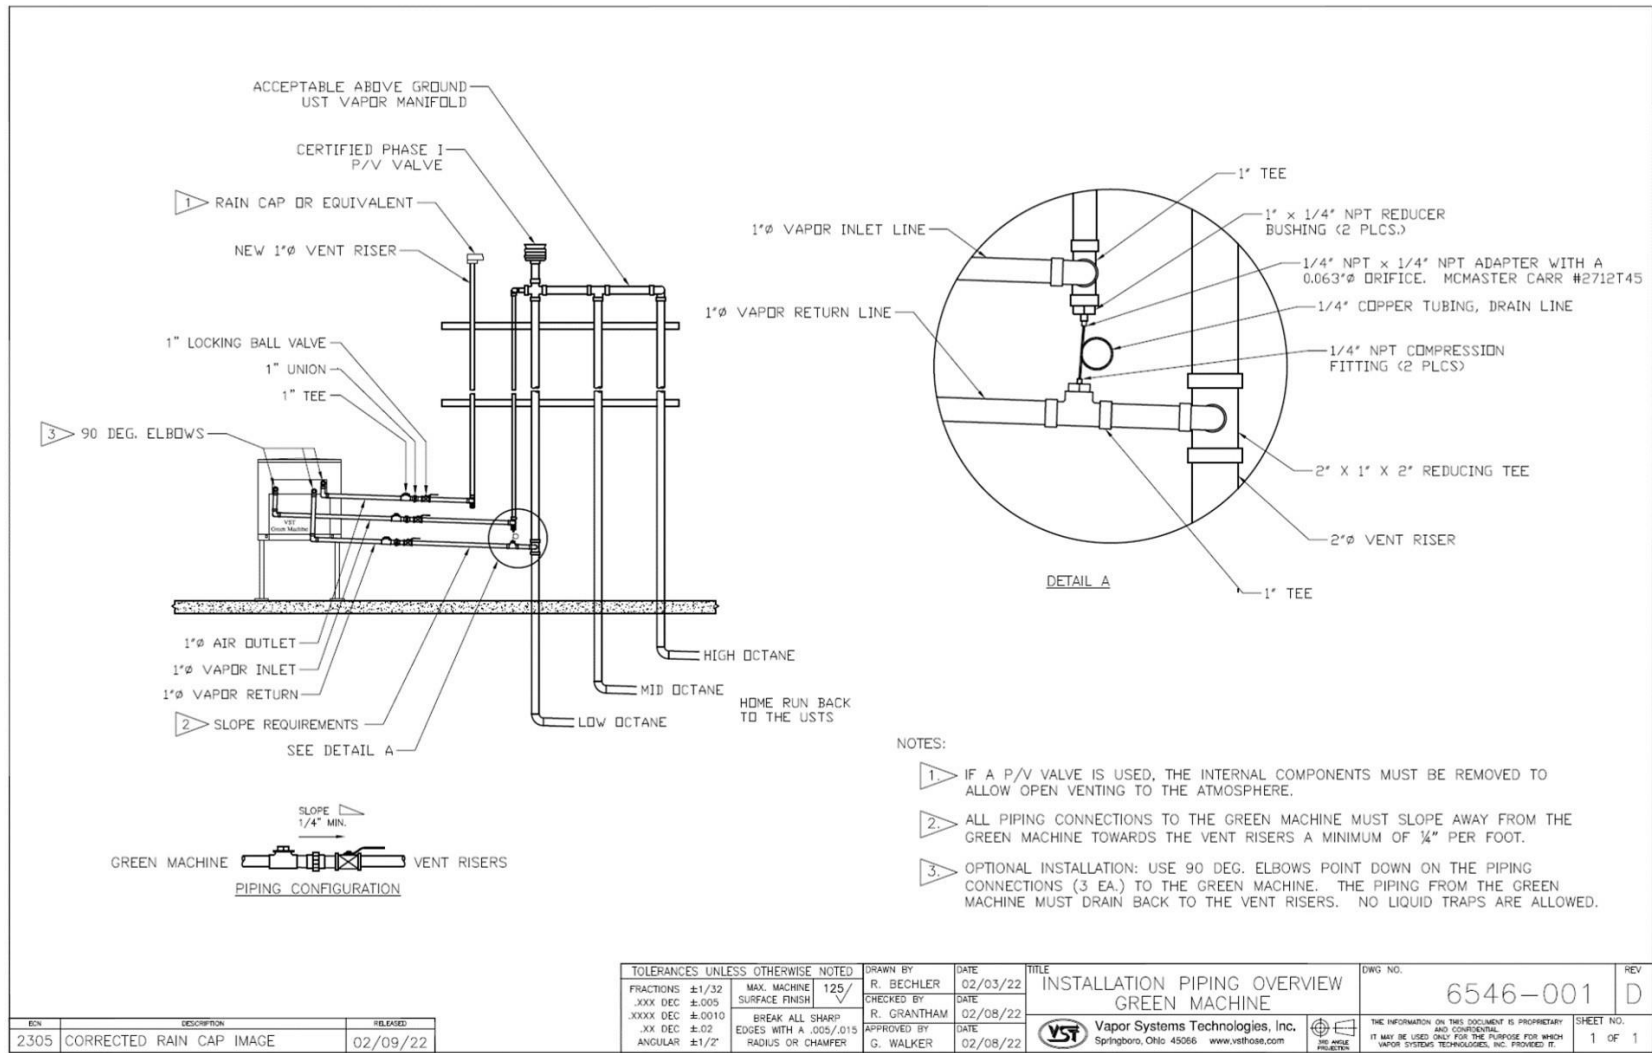

Figura 2-1: Descripción de las tuberías de vapor
- La línea de drenaje de ¼" de diámetro con el adaptador provisto debe instalarse según la **Figura 2-1**.
- Instale una tubería de entrada de vapor de 1" y una tubería de retorno de vapor de 1" como se muestra en la **Figura 2-1** desde las conexiones de entrada de vapor y retorno de vapor en GREEN MACHINE a una línea de venteo existente.
- Desde la línea de venteo, instale le válvula de bola de bloqueo de 1", luego la unión de 1" y luego la conexión en T de 1". **Vea la Figura 2-1.**
- La tubería de 1" debe inclinarse hacia afuera de la GREEN MACHINE un mínimo de ¼" por pie. **Vea la Figura 2-1.**
- Desde la línea de venteo, instale la válvula de bola de bloqueo de 1", luego la unión de 1" y luego la conexión en T de 1" como se muestra en la **Figura 2-1.**
- La línea de drenaje de ¼" de diámetro con el adaptador provisto debe instalarse según la **Figura 2-1.**